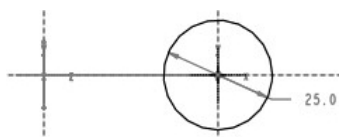
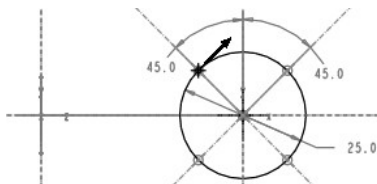

图 5.26.7 未分割的截面 2
图 5.26.8 分割后的截面 2
(2) 创建截面 2。
- ① 此时系统返回到“扫描混合”操控板的 **截面** 界面, 单击其中的 **插入** 按钮, 然后单击 **草绘** 按钮, 系统再次进入草绘环境, 草绘的原点在轨迹终点处。
- ② 在草绘环境绘制图 5.26.7 所示的截面草图 (一个圆, 圆心的位置与截面 1 的中心位置不同)。
- ③ 将图 5.26.7 所示的截面草图 (圆) 分割成 4 个图元。首先绘制 2 条中心线并标注、修改尺寸, 然后单击 **草绘** 功能选项卡 **操作** 区域中的  按钮, 将圆分割成 4 个图元, 如图 5.26.8 所示。
- ④ 确认截面的起始点与混合方向如图 5.26.8 所示, 如与其不符, 可以先选中目标位置点, 再右击, 从弹出的快捷菜单中选择 **起点(S)** 命令; 再次选中目标点, 右击, 选择 **起点(S)** 命令, 可以更改箭头方向。